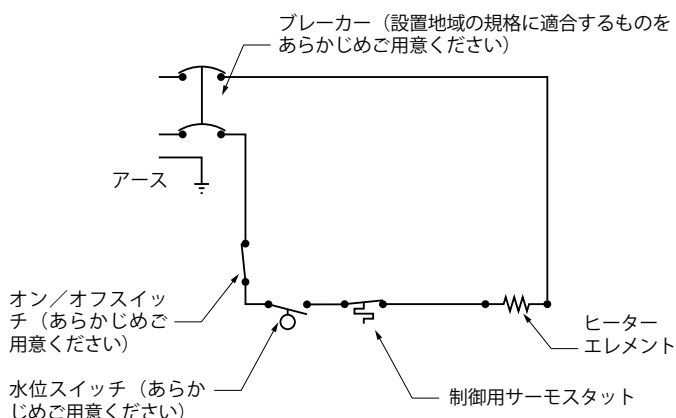

図5 単相かつ定格電圧380 V 未満の製品の配線方式。トランス、コンタクターをご用意いただく必要はありません。
- 制御トランス、コンタクターの取り付けは、必須ではありません（図5参照）。